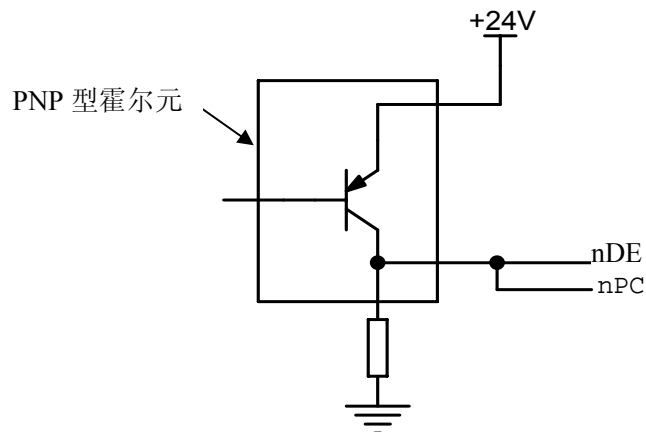

图 2-10 用 PNP 型霍尔元件的连接
c) 用一个 PNP 型霍尔元件既做减速信号又做零点信号时的连接方法如下图 2-10 所示: